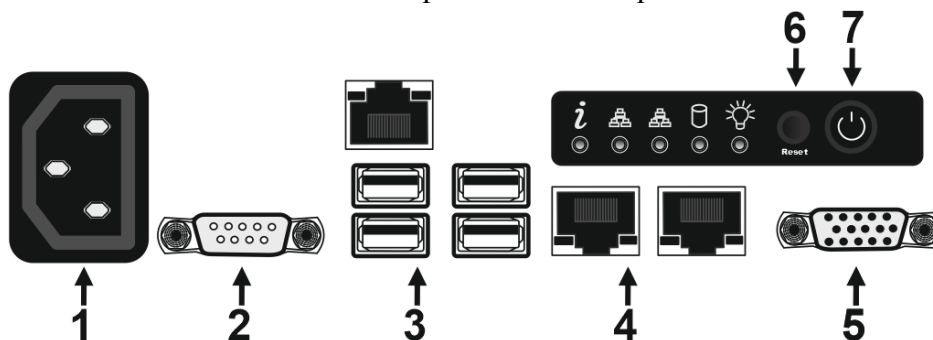

Рисунок 2. Назначение элементов системного блока.
2.4 Назначение элементов системного блока представлено на рис. 2: